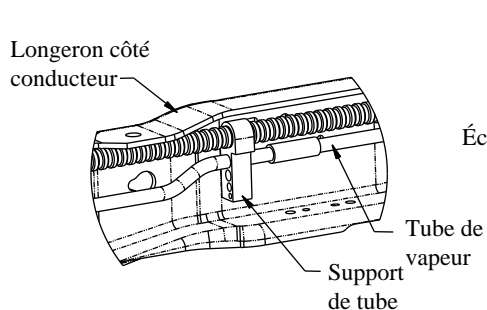
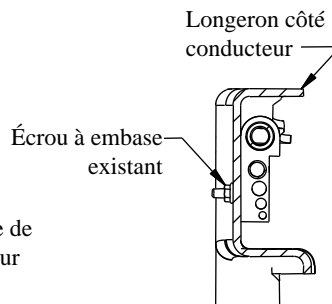
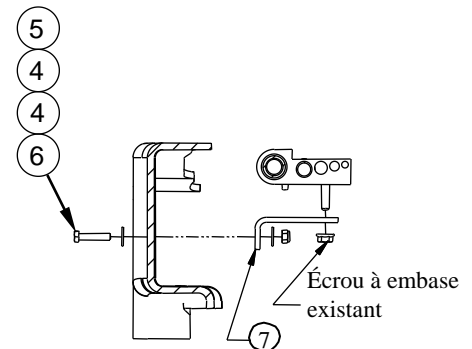

Figure 3a
Figure 3b
Figure 3c
2. **Sur véhicules équipés de moteur à gaz seulement - 2005 et plus récent.** Le tube de vapeur qui court sur l'intérieur du longeron côté conducteur doit être repositionné avant de poser le support côté conducteur. Voir la Figure 3a. Ôter l'écrou à embase de l'extérieur du cadre et le conserver pour usage ultérieur. Voir la Figure 3b. Faire pivoter les tubes vers le haut et de façon à libérer l'accès. Poser le support en L à l'aide de la visserie 1/4 po, comme illustré à la Figure 3c. Serrer le support en L contre le cadre, mais laisser du jeu au porte-tube pour faciliter la pose du support.
14. **Sur véhicules équipés de moteur à gaz seulement - 2005 et plus récent.** Utiliser l'écrou à embase d'origine enlevé à l'étape 2 pour fixer le support de tube sur le support en L, comme illustré à la Figure 3c.
12. Poser des rondelles coniques 5/8 po (4) et des écrous 5/8 po (5) sur les boulons. Visser la visserie à la main.
16. **Sur véhicules équipés de moteur à gaz seulement - 2005 et plus récent.** Utiliser l'écrou à embase d'origine enlevé à l'étape 2 pour fixer le support de tube sur le support en L, comme illustré à la Figure 3c.